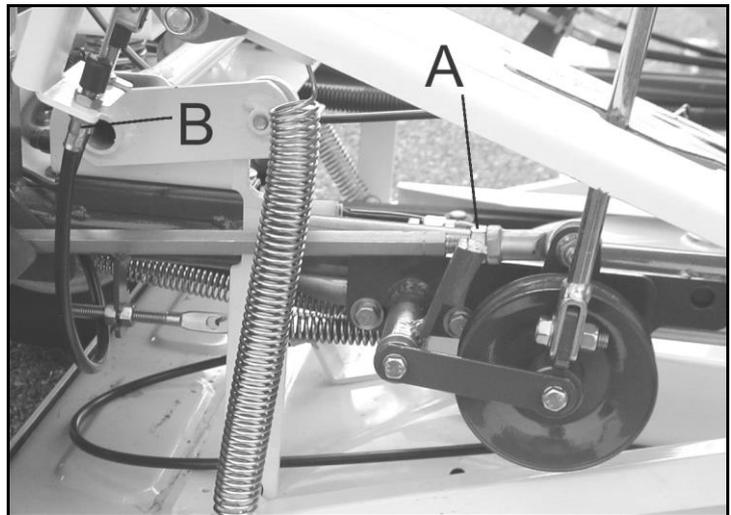

Figure 39
Ajustez la biellette de commande (Figure 39, repère A) afin que la machine reste immobile lorsque le levier d'avancement est au neutre.
- Ajustez le câble de commande (Figure 39, repère B) afin que le levier garde un jeu de 1 à 3 mm avant d'actionner le blocage.